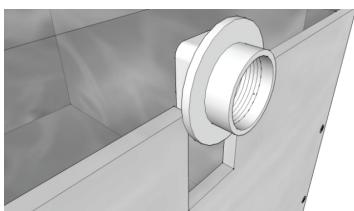

Fig. 5 – Les raccords glissent dans les encoches de la partie B de sorte que lorsque vous êtes assis, les raccords ne tournent pas.
- a. **Faites glisser** les deux raccords dans les encoches du panneau restant (Partie B) de sorte que le carré du raccord corresponde à l'encoche carrée de 2 1/2" et se verrouille en place. (Fig. 5, partie B)